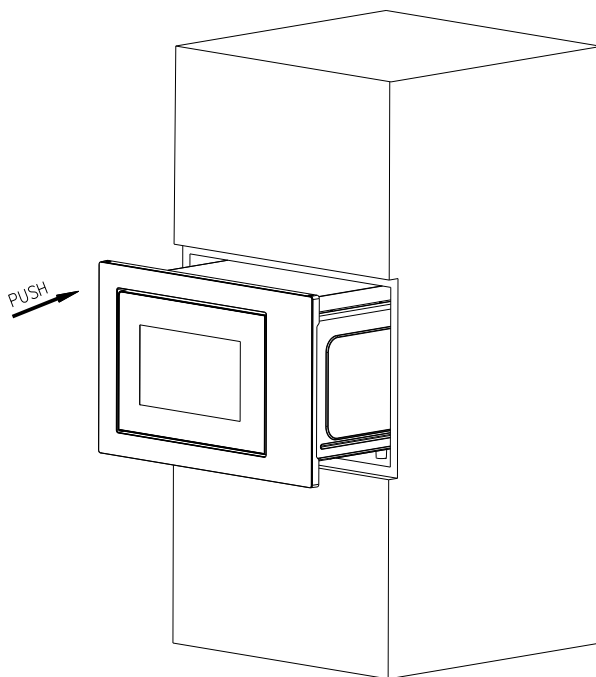
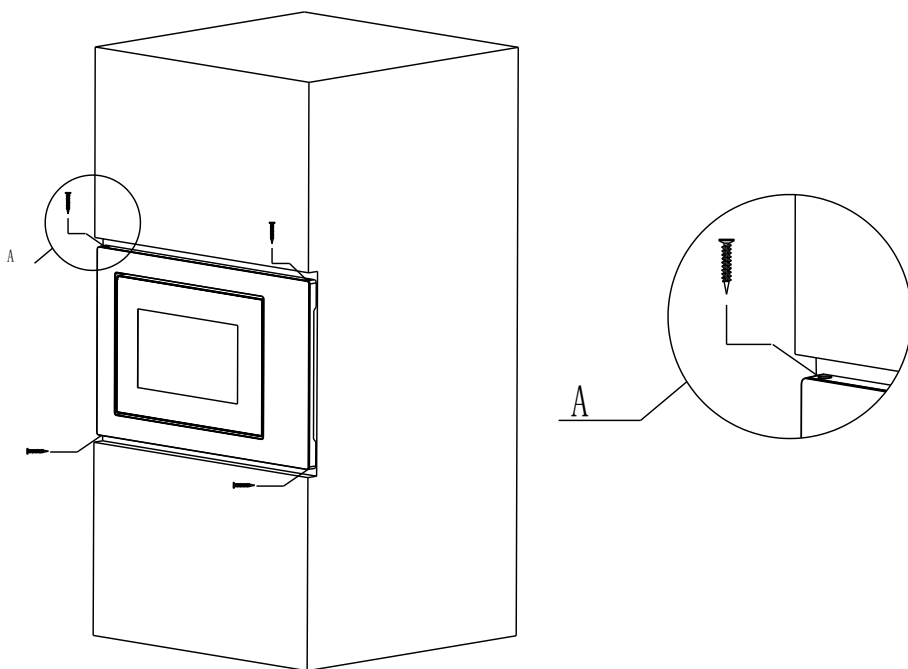

Рис.1
Рис.4
- б) Глубиной (нетто) ≥ 550 мм, как показано на рис. 4.
② УСТАНОВКА:
- а) Поместите микроволновую печь во встроенный шкаф и задвиньте ее вперед до упора. (Рис. 1)
д) С помощью крепежных винтов закрепите микроволновую печь в шкафу. (Рис. 4).